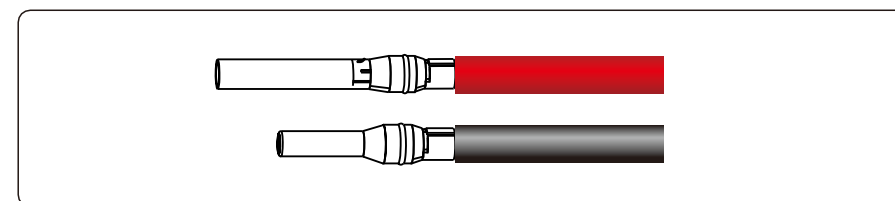

Figura 5.9 Crimpatura di un connettore metallico
Step 2 Inserire le aree esposte dei cavi di alimentazione positivo e negativo rispettivamente nei terminali metallici dei connettori positivo e negativo e crimarli utilizzando uno strumento di crimpatura, come mostrato nella Figura 5.9.